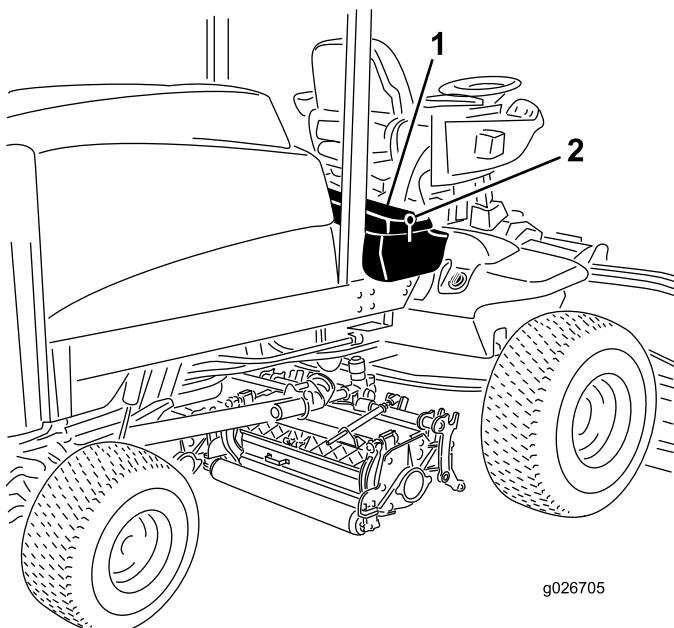

Bild 60
1. Entriegeln und heben Sie die Abdeckung der Bedienerkonsole hoch (Bild 60).